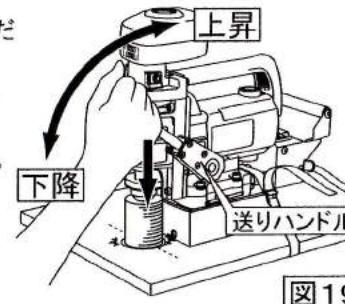

図19
(10)送りハンドルをゆっくり引き下げ刃物を下ろし加工を開始します。(図19)